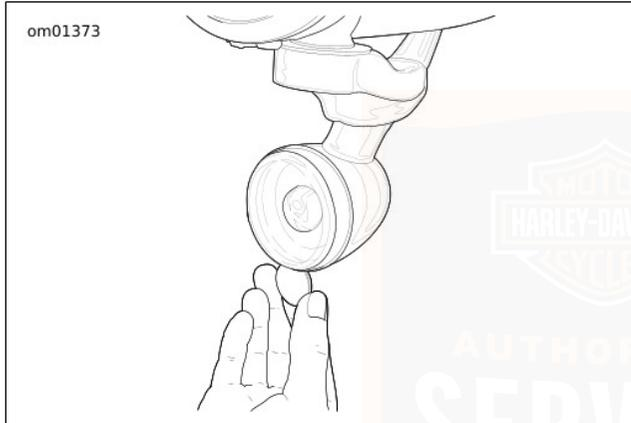

Abbildung 94. Kerbe in der Streuscheibe
1. Siehe Abbildung 94. Eine Münze oder die Klinge eines kleinen Schraubendrehers in die Kerbe an der Unterseite der Streuscheibe einsetzen. Vorsichtig drehen, bis der Streuscheibendeckel aus dem Lampengehäuse herausspringt.